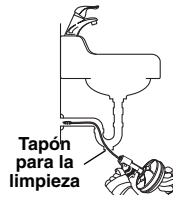

Figura 5
- En otros lavabos, desatornille el tapón para la limpieza o desmonte el sifón (Figura 5). No olvide colocar un recipiente debajo del sifón para recibir el agua que pueda caer.